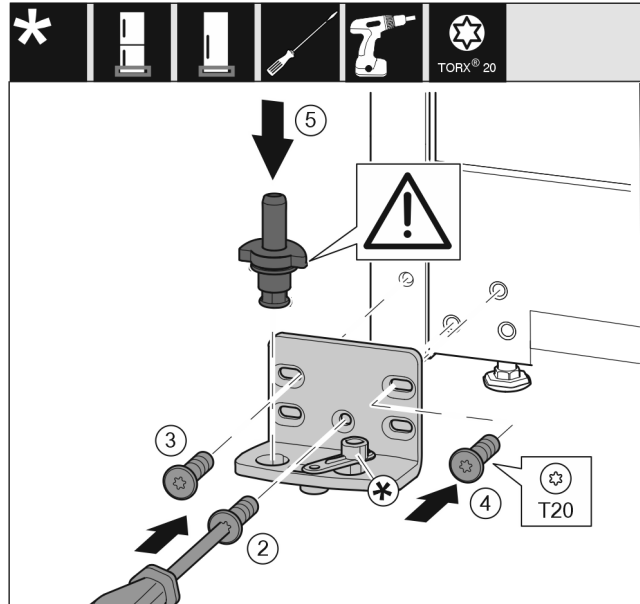

Fig. 25
- ▶ Lagerbus op de andere kant aanbrengen en met behulp van een schroevendraaier T20 vastschroeven. Met schroef 2 onder in het midden beginnen. Fig. 25 (2)
- ▶ Schroef 3 en 4 vastschroeven. Fig. 25 (3,4)
- ▶ Lagerbout volledig aanbrengen. Let op dat de vergrendelnok naar achter wijst. Fig. 25 (5)